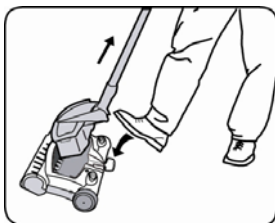

Fig. 10
1. Presione la palanca para destrabar el recipiente de la tierra con su pie. (Fig. 10)